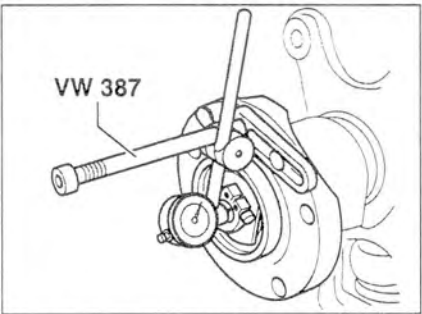

Рис. 6.5. Установите индикатор на ступице.
1. Установите индикатор на ступице с предварительным натягом 2 мм и установите стрелку индикатора в «0» (рис. 6.5).